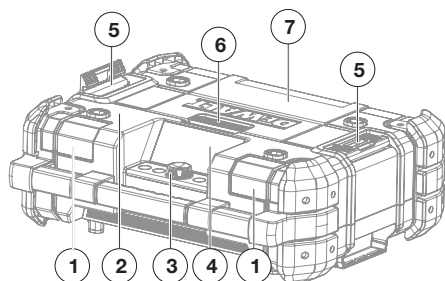
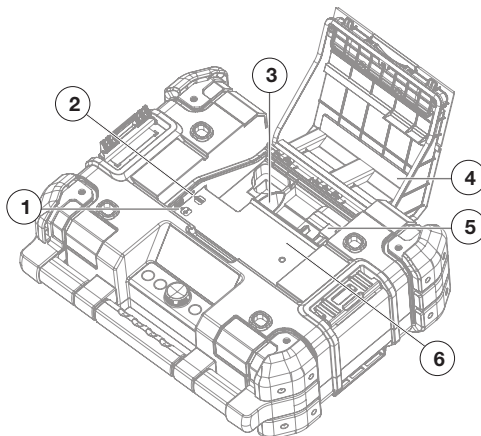

Figura 1. Vista anteriore
Figura 3. Vano portaoggetti
1. Aprire il vano per estrarre l'adattatore di alimentazione CA/CC (vedere Figura 1 e Figura 3).